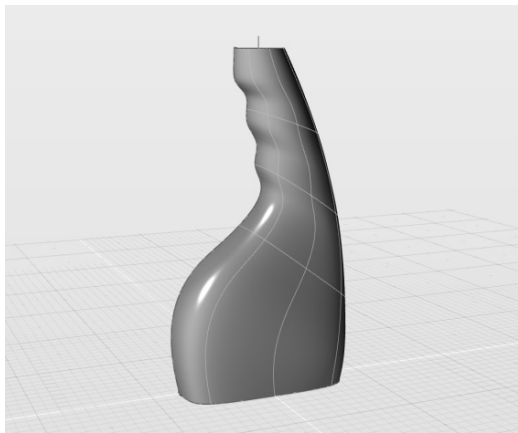

图 4-89 多曲线扫掠曲面
2) 激活“多曲线扫掠”工具，当控制台提示“拾取剖面曲线”时，依次选择两条剖面曲线，按〈Enter〉键或空格键确认；当控制台提示“拾取轨道曲线”时，依次选择两条轨道曲线，按〈Enter〉键或空格键确认，得到图 4-89 所示的曲面。